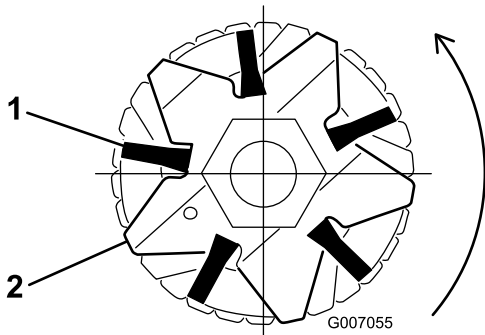
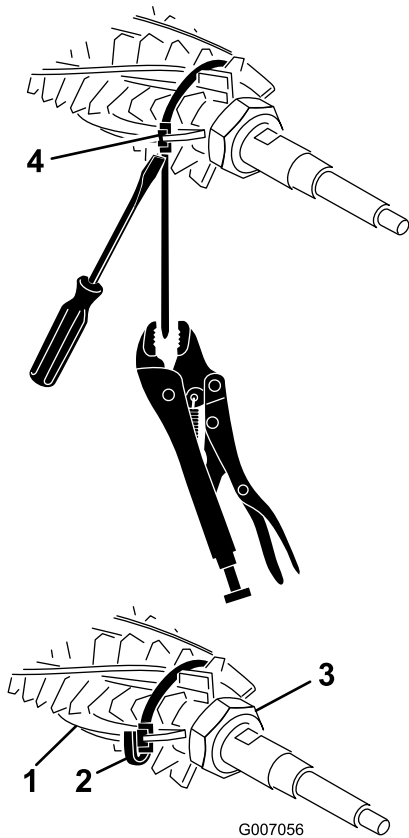

图22
图23
2. 检查刷子是否固定到疏草刀刀片插槽中（图22 和 图23）。
3. 宽松地缠绕箍带，如 图23 所示，绕着疏草刀滚刀轴和刷子，将箍带插入刷子的凹槽中 图22。
注意： 如果清扫机刷子未适当放入刀片插槽，请拧松疏草刀轴两端的疏草刀刀片锁紧螺母，在刀片插槽中适当调整清扫机刷子的位置，然后再拧紧疏草刀刀片锁紧螺母（图23）。
4. 在沿着箍带扣推动螺丝刀时，使用老虎钳抓住箍带，拉紧箍带，直至其锁定到刷子凹槽中（图23）。
5. 从离带扣约 6.3mm 处裁剪箍带，将多余的箍带绕过带扣（图23）